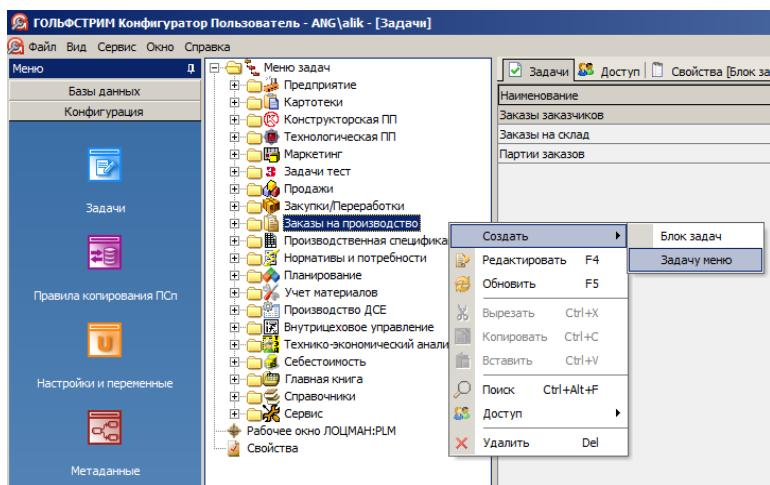

Рисунок 265. Пример выбора действия
- 4 В контекстном меню выбрать пункт «**Создать**», затем «**Задачу меню**» (рис. 265).